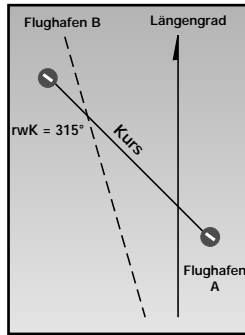

Abbildung 13: Der erste Schritt bei der Koppelnaviagation ist das Zeichnen eines rechtweisenden Kurses.
1. Zeichnen Sie den gewünschten Kurs.	Flugplatz A nach Flugplatz B. (siehe Abbildung 13)